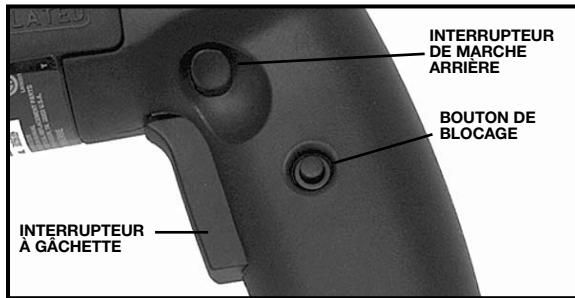

Fig. 3
2. Pressez l'INTERRUPEUR À GÂCHETTE Fig. 3, pour mettre le moteur en marche. Relâchez la gâchette pour arrêter le moteur.
3. BOUTON DE BLOCAGE – Un bouton de blocage Fig. 3 est prévu pour garder le moteur en marche sans devoir tenir l'interrupteur à gâchette à la position de marche.
4. INTERRUPEUR DE MARCHE ARRIÈRE – L'interrupteur de marche arrière est situé comme indiqué à la Fig. 3. Ces modèles fonctionneront en marche avant (rotation en sens horaire) pour percer des trous, ou en marche arrière (rotation en sens anti-horaire) pour dégager des mèches coincées. Pour la rotation en sens anti-horaire, arrêtez le moteur en relâchant l'interrupteur à gâchette et déplacez l'interrupteur de marche arrière vers le côté droit de la perceuse, ou en sens opposé pour la rotation en sens horaire.